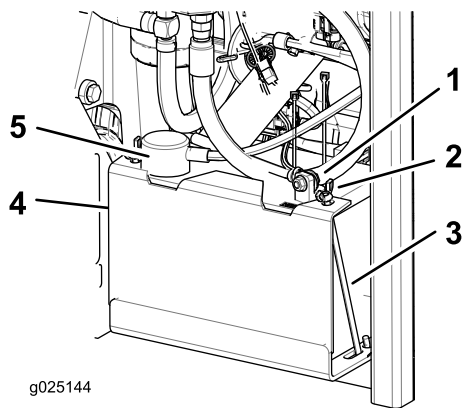

Figura 45
3. Desconecte el cable negativo (negro) de la batería del borne negativo (-) (negro) de la batería (Figura 45).
4. Retire la cubierta de goma roja del borne positivo (rojo) de la batería y retire el cable positivo (+) (rojo) (Figura 45).
5. Retire las tuercas de orejeta que sujetan los ganchos (Figura 45).
6. Retire la abrazadera (Figura 45).
1. Coloque la batería en la bandeja, con los bornes frente al depósito de aceite hidráulico (Figura 45).
4. Fije los cables con 2 pernos, 2 arandelas, y 2 contratuercas (Figura 45).
6. Instale la abrazadera y sujétela con las tuercas de orejeta y los ganchos (Figura 45).